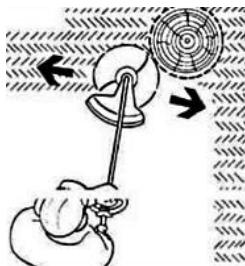

Рисунок 12
4.3.6 Не допускайте стику котушки і тримерної жилки з дротами огорож, каміннім, бордюрами, твердим покриттям доріжок і подібних предметів, для запобігання передчасного зносу (вкорочення) тримерної жилки, пошкодження котушки та появі травм. Не допускайте торкання працюючим інструментом стовбурові дерев, чагарників та інших насаджень для запобігання їх пошкодження (рис.12).